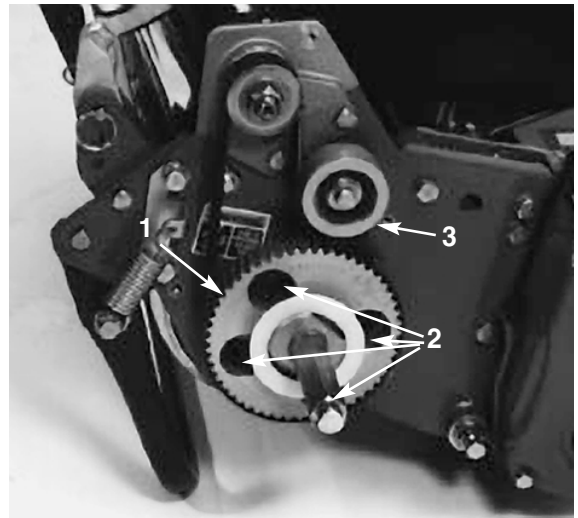

Fig 3.
6. Girar a polie de transmissão até que os orifícios fiquem alinhados com os (4) parafusos da flange do mancal do rolo (Fig. 3).